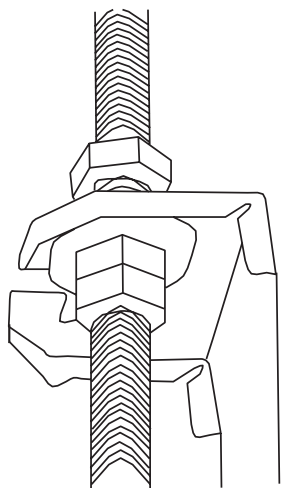

Fig. 4.5
5. Montez l'unité extérieure. Vous avez besoin d'être deux pour pouvoir soulever l'appareil en toute sécurité. Insérer les boulons de suspension dans les trous de suspension de l'unité. Attachez-les en utilisant les rondelles incluses. (Voir fig 4.5)